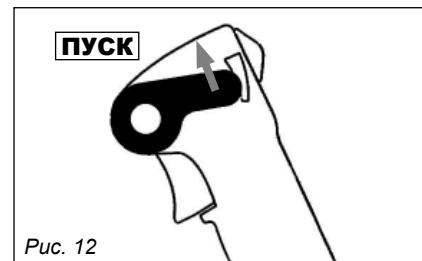

Рис. 12
1. Установите рычаг выключателя двигателя в положение пуск (рис. 12).
двигателя в положение пуск (рис. 12).